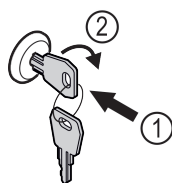

Fig. 191
- ▶ Uvucite ključ Fig. 191 (1).
- ▶ Okrenite ključ za 90° nadesno Fig. 191 (2).